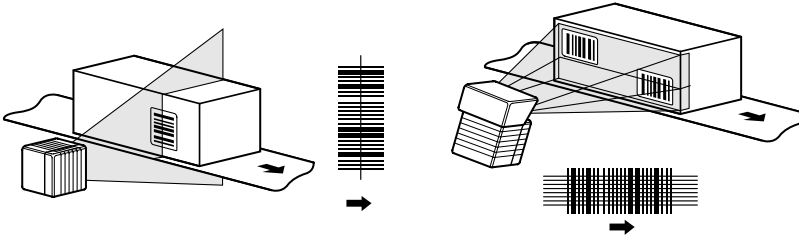
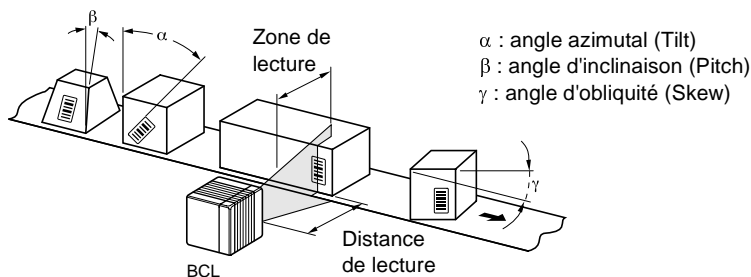

Figure 6.4 : Attribution de la procédure de balayage au code à barres et à la direction de convoyage
Figure 6.6 : Scanner à faisceau unique : angle de lecture apparaissant entre la ligne de balayage et le code à barres
Le BCL sera placé dans le modèle scanner à faisceau unique ou scanner à faisceau unique avec miroir oscillant en fonction de l'utilisation. La Figure 6.4 présente l'attribution schématique des deux procédures de balayage du code à barres sur l'objet.
L'alignement optimal du BCL est obtenu lorsque la ligne de balayage balaie les traits du code à barres presque dans un angle droit (90°) (Figure 6.4). Les angles de lecture possibles qui peuvent apparaître entre la ligne de balayage et le code à barres doivent être pris en compte (Figure 6.6 et Tableau 6.1).
- pour le scanner à faisceau unique avec miroir oscillant, le panneau latéral large (face arrière du miroir oscillant) soit approximativement parallèle à la surface du code à barres.Tenir compte de l'angle de lecture possible apparaissant pour la lecture ultérieure (Figure 6.6).